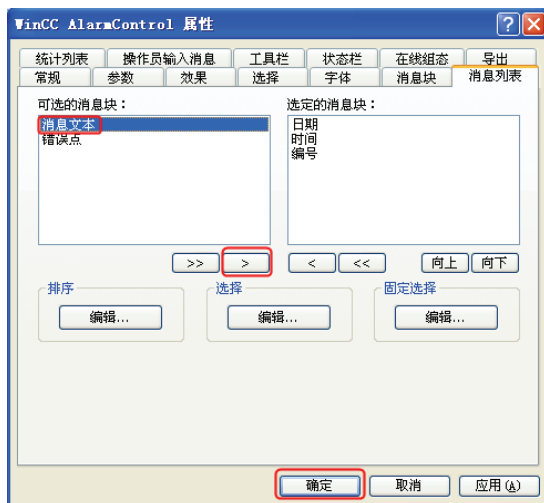

图 6-18 添加消息行元素
2) 双击“WinCC AlarmControl”控件，弹出控件属性，选中“消息列表”选项卡，接着选中“消息文本”和“错误点”，再单击“添加”按钮 ，如图 6-18 所示，这样“消息文本”和“错误点”就会添加到消息行，就可以显示了。